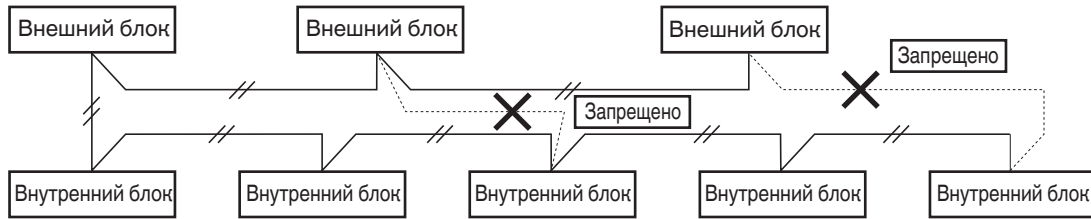

Рис. 4-1
(1) При объединении внешних блоков в сеть см. раздел «7-5. Регулировка нагрузочного резистора (заглушка)».
(2) Не устанавливайте межблочную проводку управления таким образом, чтобы она образовывала петлю. (Рис. 4-1)